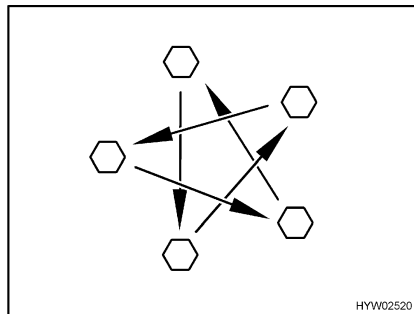

Bild 221 Dra åt hjulmuttrarna eller
- Kontrollera regelbundet att hjulmuttrarna eller hjulbultarna är ordentligt åtdragna. Om du har bytt däck ska hjulmuttrarna eller hjulbultarna dras åt efter 5 mils körning (Bild 221). Åtdragningsmoment, se avsnitt 14.5.2.
- Då nya eller nylackerade fälgar används bör hjulmuttrarna eller hjulbultarna dras åt efter ca 100 till 500 mil (Bild 221).
- ▷ Dra åt hjulmuttrarna eller hjulbultarna korsvis (Bild 221).